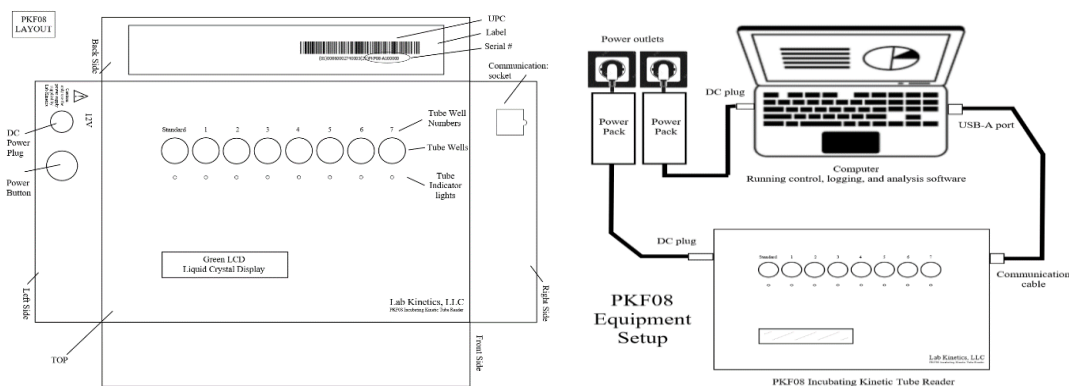

Figura 2: Display dello strumento PKF08 e collegamento al computer
- o Connessione di comunicazione (hardware) - Il cavo di comunicazione viene fornito in dotazione. L'estremità USB-A va alla porta USB del computer, l'estremità USB-B va al dispositivo PKF08 - cfr. Figura 2.